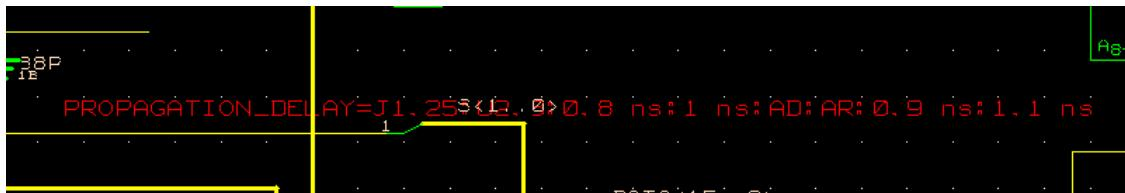

图 3-3 “PROPAGATION_DELAY”属性显示
28. 调整显示比例查看“PROPAGATION_DELAY”属性，如图 3-3。